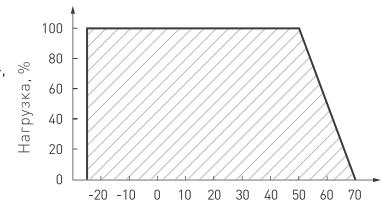

Рис. 7.
- ↗ температура окружающего воздуха от  $-25$  до  $+50^{\circ}\text{C}$  (см. рис. 7);
- 4.4. Не нагружайте источник питания более чем на 80% от его максимальной мощности. Учитывайте, что с повышением температуры окружающей среды максимальная мощность источника питания снижается (см. график зависимости максимальной допустимой нагрузки от температуры окружающей среды, показанный на рис. 7).